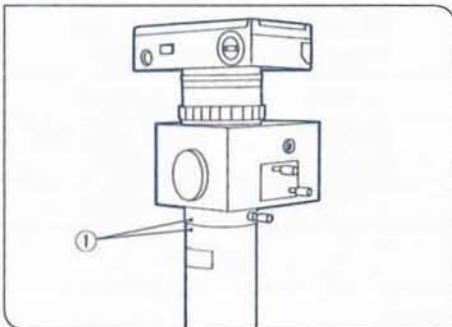

Fig. 49
**3 Mounting the Photographic Unit** (Fig. 49)